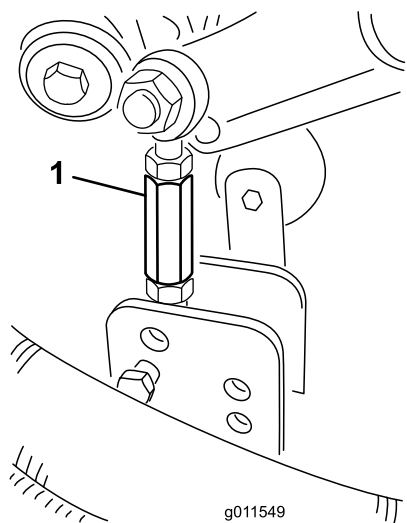

Рисунок 22
- Снимите игольчатые шплинты и шплинтуемые штифты, которые крепят тяги демпферов к кронштейнам дек газонокосилки (Рисунок 22).